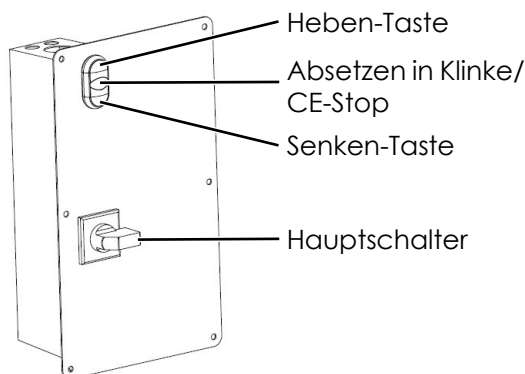

Bild 4: Bedieneinheit
- Das Fahrzeug solange anheben, bis die Räder frei sind. Taster Heben drücken → „Heben“ (siehe Bild 4)
- Die Hebebühne stoppt automatisch etwa 20 cm bevor sie die unterste Position erreicht. Um die Bühne ganz nach unten zu senken ist der Drucktaster „CE-Stop“ (Bild 4) zu drücken, dann kann die Bühne über den Wendeschalter ganz abgesenkt werden. Während des Absenkens ertönt ein Piepton.